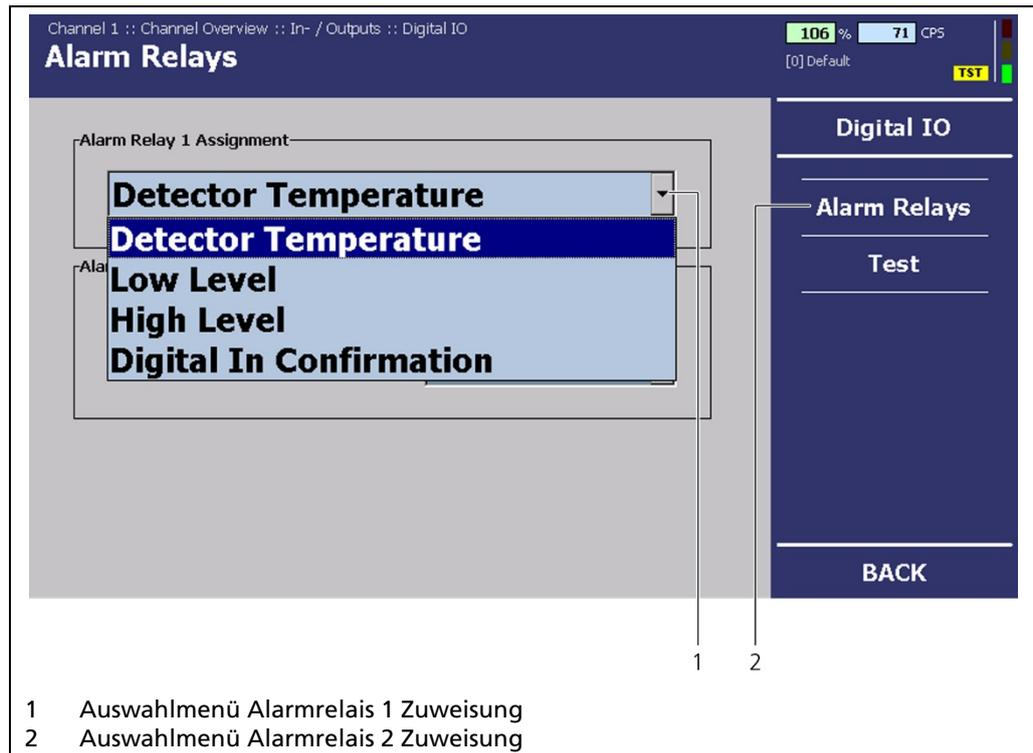

Abb. 69 Menü „Kanalübersicht“, Ein-/ Ausgänge - Digital IO (Alarmrelais)
Die Digitaleingänge können nicht konfiguriert werden. Abb. 69 informiert nur über den geschalteten Zustand.
Klicken Sie im Menü „Kanalübersicht“ auf Ein-/Ausgänge | Digital IO | Test (Abb. 69, Pos. 3).
1. Klicken Sie auf das Auswahlmenü "**Fehlerrelais**", um das Fehlerrelais manuell zu schalten (Abb. 69, Pos. 1).
2. Klicken Sie auf das Auswahlmenü "**Alarmrelais 1**", um das Alarmrelais manuell zu schalten (Abb. 69, Pos. 1).
3. Klicken Sie auf das Auswahlmenü "**Alarmrelais 2**", um das Alarmrelais manuell zu schalten (Abb. 69, Pos. 1).
4. Klicken Sie auf <Testmodus beenden> (Abb. 69, Pos. 2), wenn Sie den Testmodus beenden möchten.